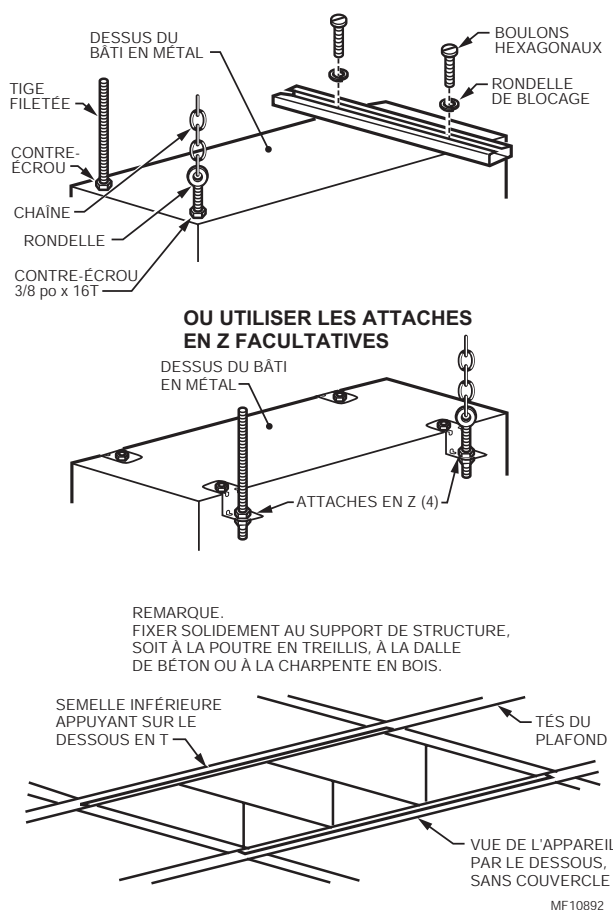

Fig. 5. Fixer le bâti à un support de structure.
- Utiliser les quatre écrous 3/8 x 16 de filetage interne (un à chaque coin) pour fixer le bâti au support de structure (poutre en treillis, dalle de béton ou charpente en bois). Voir la Fig. 5.